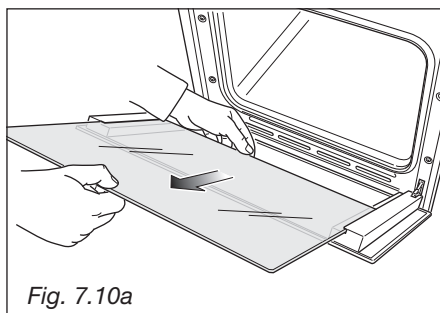

Fig. 7.10a
- Suavemente extraiga el panel interior de vidrio (Fig. 7.10a).